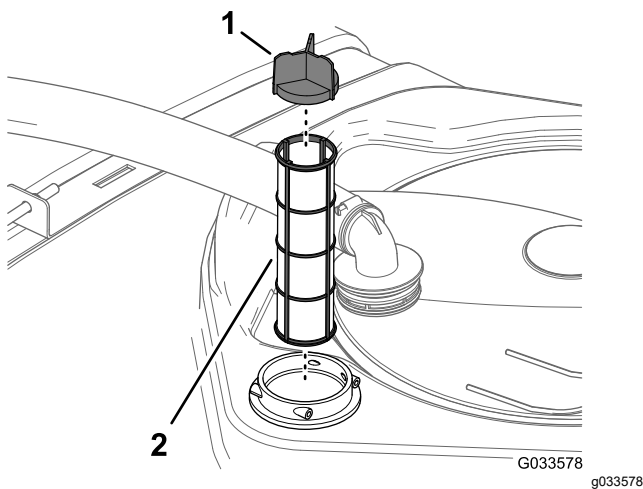

Figura 95
4. Scoateți sita de aspiraie din carcasa filtrului din rezervor (Figura 95).